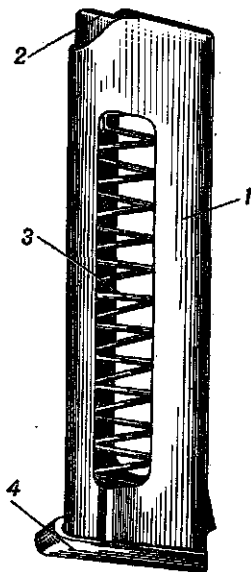

Рис. 39. Магазин:
29. Магазин (рис. 39) служит для поме- щения восьми патронов. Он состоит из кор- пуса, подавателя, пружины подавателя и крышки.